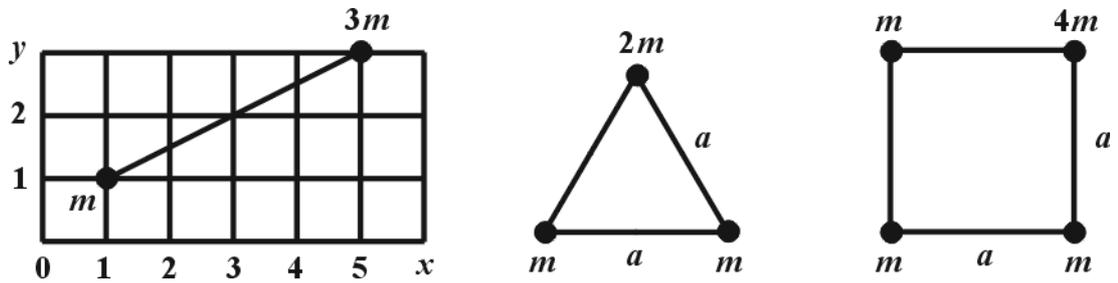

Рис. 1.32
3. Найдите координаты центра масс для изображенных на рис. 1.32 случаев расположения материальных точек.